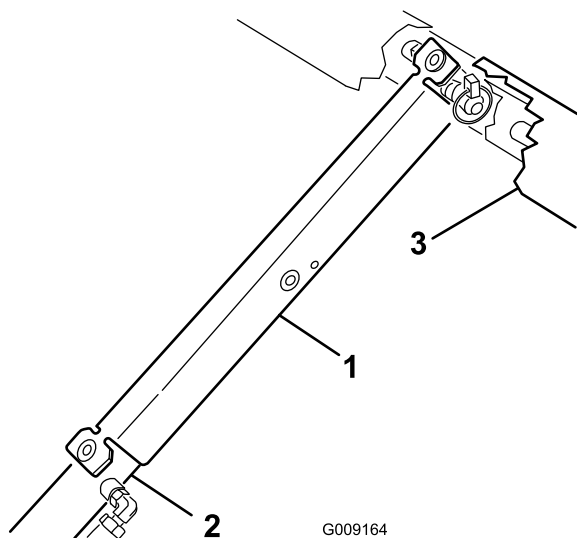

Figura 34
3. Empuje el soporte de la plataforma sobre el pistón, asegurándose de que los extremos del soporte descansan sobre el extremo del cilindro y sobre el extremo del pistón (Figura 34).